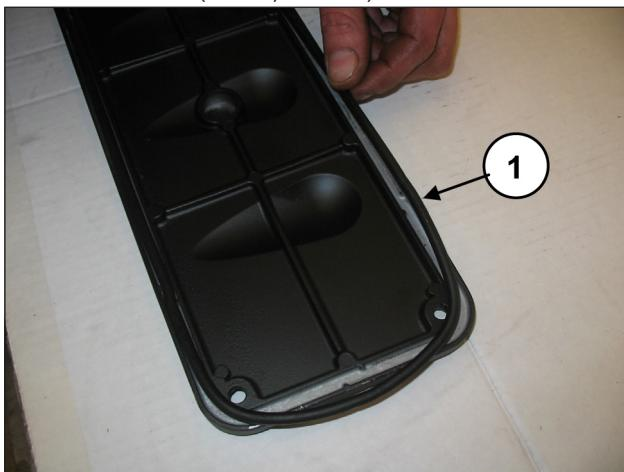
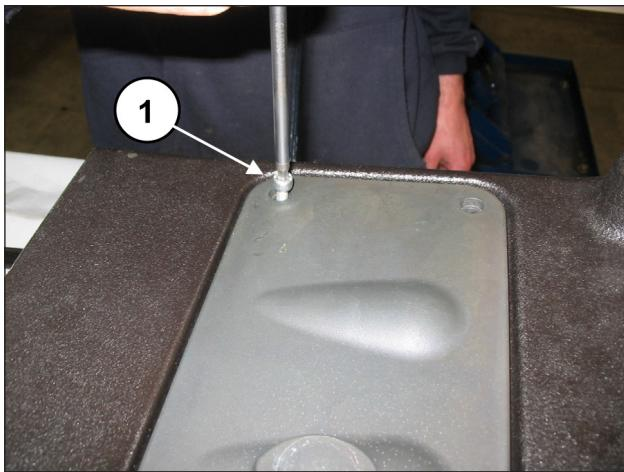

Рис. 163
Рис. 164
Вставьте в смотровые крышки уплотнительные кольца (поз. ①, Рис. 163) и установите крышки с использованием 4+4 винтов M6x14 (поз. ①, Рис. 164).